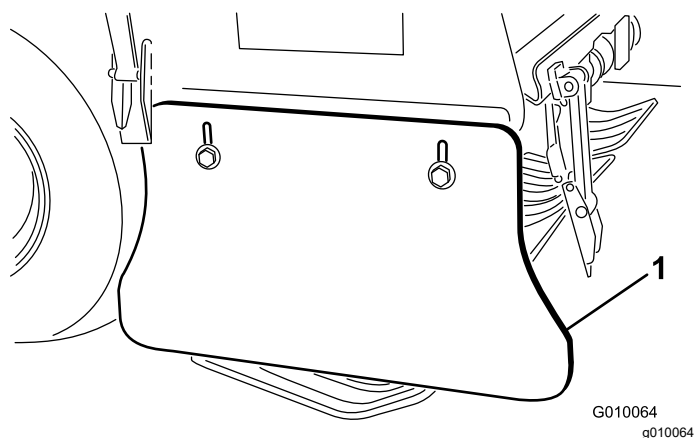

Рисунок 66
2. Ослабьте болты и зажимные гайки крепления боковых щитков к раме (Рисунок 66).